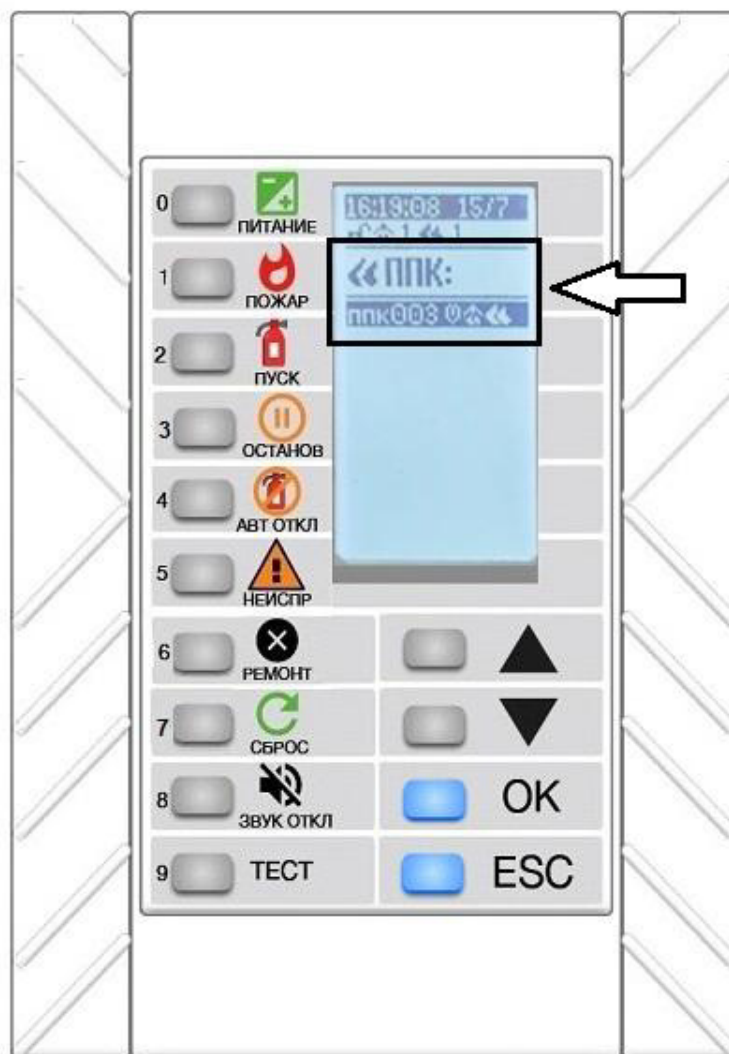

Рисунок 25
1. Нажать кнопку «ПОЖАР». После этого кнопка «ПОЖАР» погаснет и на экране откроется тот ППК-Р, с которого пришел сигнал тревоги (рисунок 25).